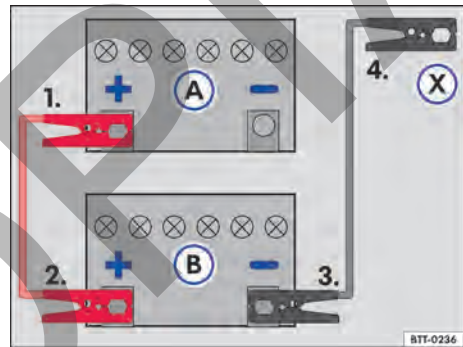

Fig. 179 Esquema para la conexión de los cables auxiliares de arranque: batería del vehículo descargada (A) y batería del vehículo que provee la corriente (B).
Leyenda para → fig. 179:
Conectar el cable de arranque auxiliar solo en la secuencia **1 - 2 - 3 - 4** → fig. 179.
- Conectar una extremidad del cable auxiliar de arranque *rojo* al polo positivo (+) del vehículo con la batería del vehículo descargada → fig. 179 (A) → ⚠.
- Conectar el otro extremo del cable de arranque auxiliar *rojo* al polo positivo (+) del vehículo que suministra corriente (B).
- Conectar un extremo del cable de arranque auxiliar *negro* al polo negativo de la batería del vehículo que suministra la corriente (C).
- Conectar el otro extremo del cable de arranque auxiliar *negro* (X) al vehículo con la batería descargada en un punto de ayuda al arranque (punto de puesta tierra) o una pieza de metal atornillada firmemente al bloque del motor, sin embargo, no cerca de la batería (A) → ⚠.